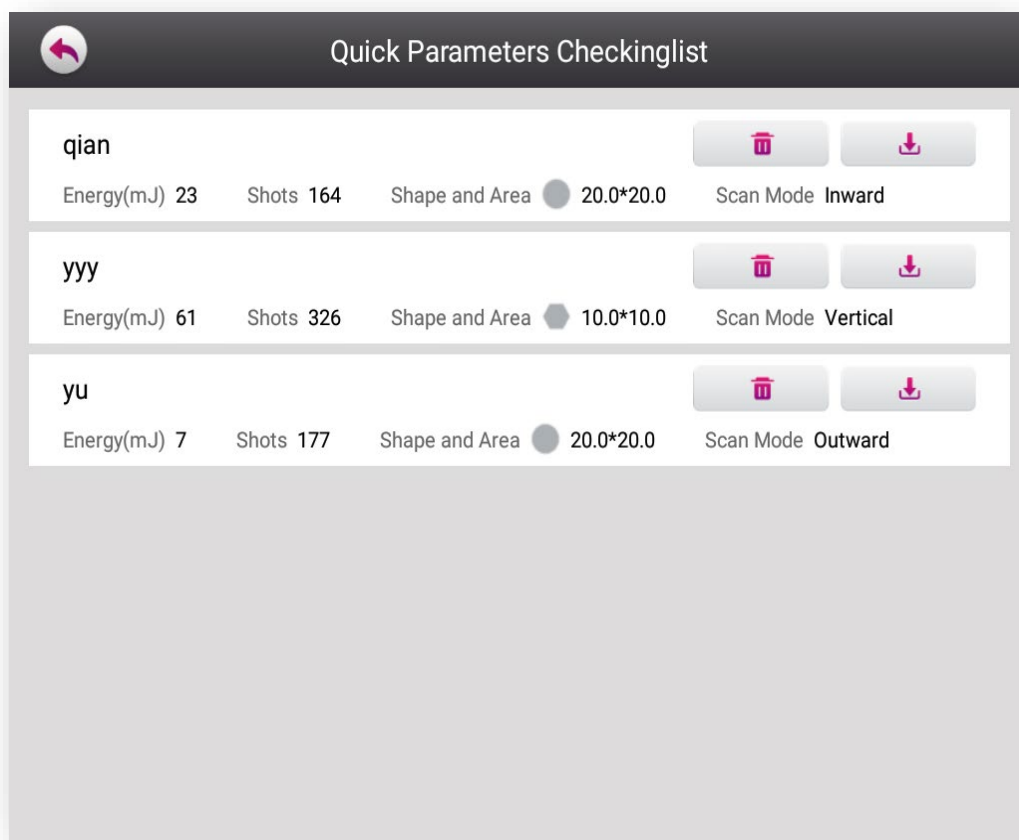

Figure 3-8
⑲ **Inquire shortcut parameter:** Jump to the parameter list (Figure3-8)